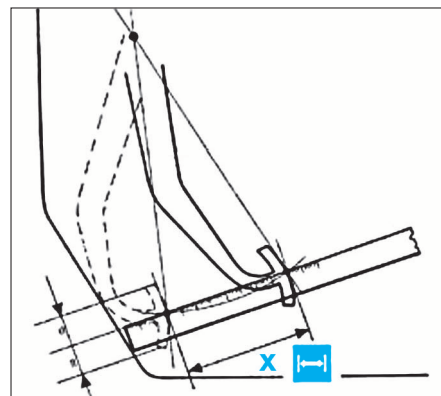

FIG. 3
- Mesurer la hauteur de la pédale "X" (Fig.3). Si nécessaire, agir sur le mécanisme (Fig.4).